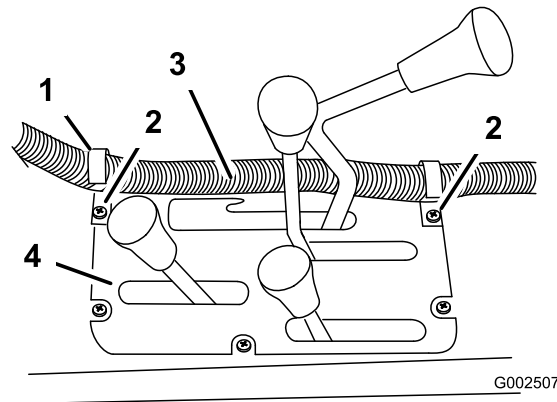

Figure 25
6. Placez deux attaches en J dans la console centrale aux points indiqués sur à la Figure 25 à l'aide des vis existantes.